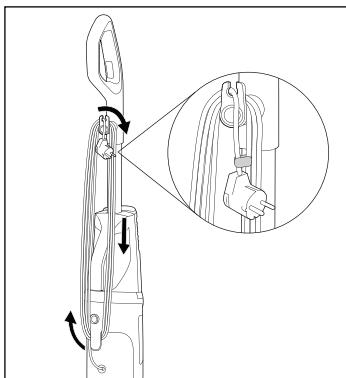

Fig. 3
- ♦ Enroulez le cordon d'alimentation **17** entièrement autour du support de cordon supérieur et inférieur **16/20** (voir fig. 3).